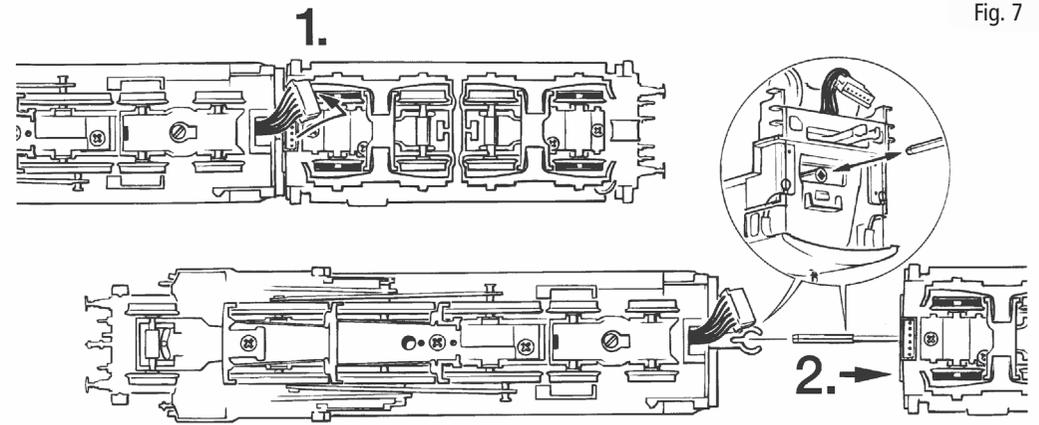

Fig. 8
2. Schmierung: Versehen Sie die im Schmierplan in Fig. 12 gekennzeichneten Stellen mit nur **kleinen Öltropfen**. Dazu Tendergehäuse abnehmen (Fig. 8). Wir empfehlen den ROCO **Öler Art.-Nr. 10906**. Fürs Schmieren der Getriebeteile (Zahnräder, Schnecke) empfehlen wir das **ROCO-Spezialfett Art.-Nr. 10905**. Im Falle der Schmierung diese Teile **nicht ölen**.
6. Kohlebürstenwechsel: Tendergehäuse abnehmen (Fig. 8). Danach wird der **Motor ausgebaut** und die **Kohlebürsten ausgewechselt** (Fig. 13).
2. Lubrication: Apply **tiny oil drops** to spots marked in fig. 12. Prior to lubrication dismantle the tender body (fig. 8). We recommend using item no. **10906, Roco oiler**. For lubrication the gearparts (e.g. cogwheels, worm) we would recommend our Roco **special grease** (item no. **10905**).
6. Carbon Brush Changing: First remove tender body (fig. 8), and then the motor (fig. 13).
goutte aux endroits indiqués par le plan de graissage (fig. 12) après avoir démonté la caisse du locomotive/tender (fig. 8). Nous vous recommandons **le graisseur à huile Roco réf. 10906**. Pour graisser les engrenages (roues dentées, vis sans fin) nous vous conseillons la **graisse spéciale Roco réf. 10905** pour engrenages en matières synthétiques. Lorsque vous utilisez cette graisse il faut éviter d'huiler ces composants.
Démontez la caisse du tender (voir fig. 8). Sortez ensuite le moteur de son longement (voir fig. 13) et échangez finalement le balais.
voir } Fig. 8